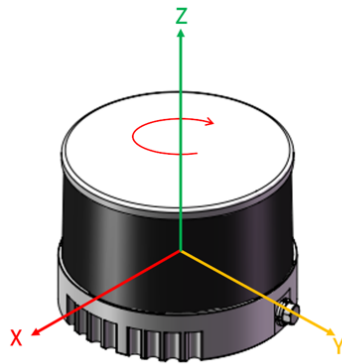
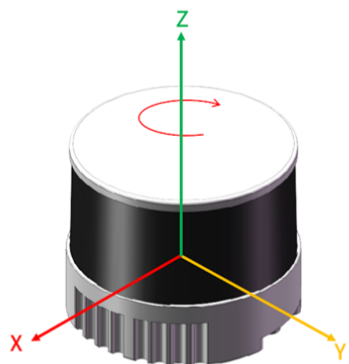

图 2. 坐标系（等距视图）
图 4. 坐标系（等距视图）
- 激光雷达坐标系见 图 2和 图 4，Z 轴为旋转中心轴。